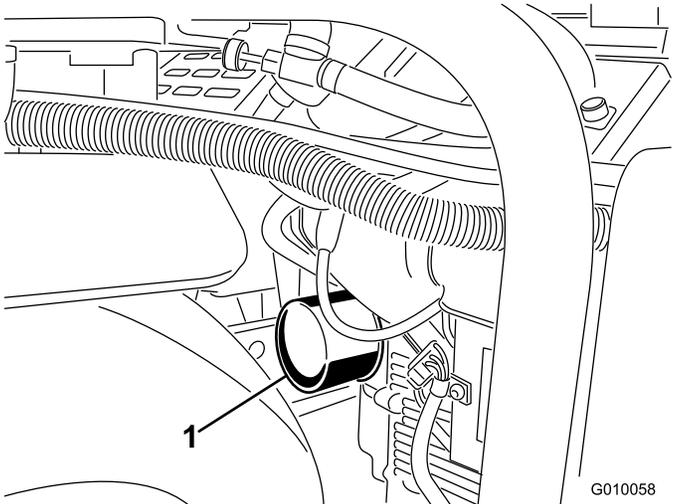
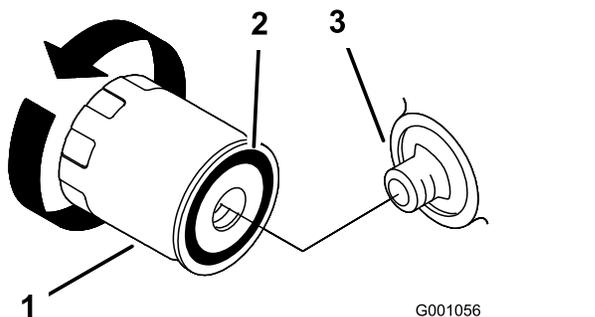

Bild 45
Bild 46
- Stellen Sie eine flache Auffangwanne oder legen Sie einen Lappen unter den Filter, um auslaufendes Öl aufzufangen (Bild 45).
- Entfernen Sie den alten Ölfilter (Bild 45 und Bild 46) und wischen Sie die Kontaktfläche an der Filterdichtung ab.